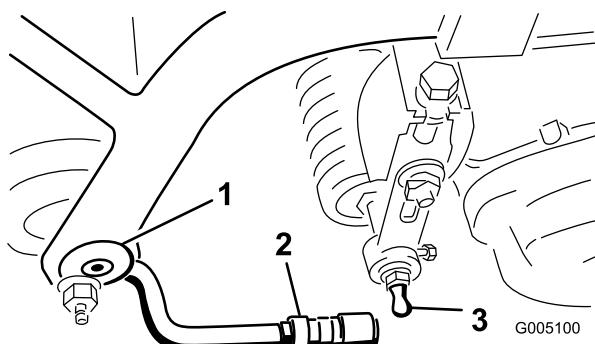

Figura 8
2. Monte uma anilha e um perno de esfera em cada extremidade do rolo da frente das unidades de corte (Figura 8).
4. Faça deslizar a manga de novo para a junta esférica e rode o braço para baixo para que o suporte encaixe no perno de esfera. Solte a manga para que deslize por baixo do perno e bloquee as estruturas (Figura 8).